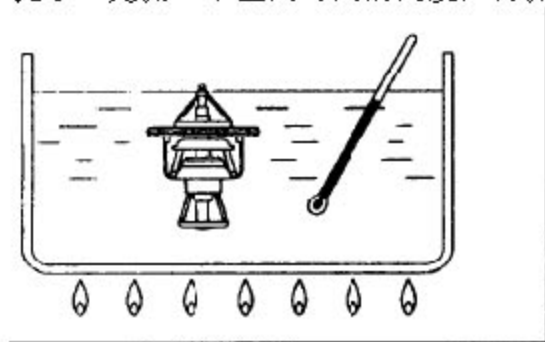

图 8-4
1). 容器中装满水, 把节温器沉入水中, 搅拌使水温升高, 检查节温器的开阀温度是否为标准值(见图 8-4)。标准值: $82 \pm 1.5^{\circ}\text{C}$